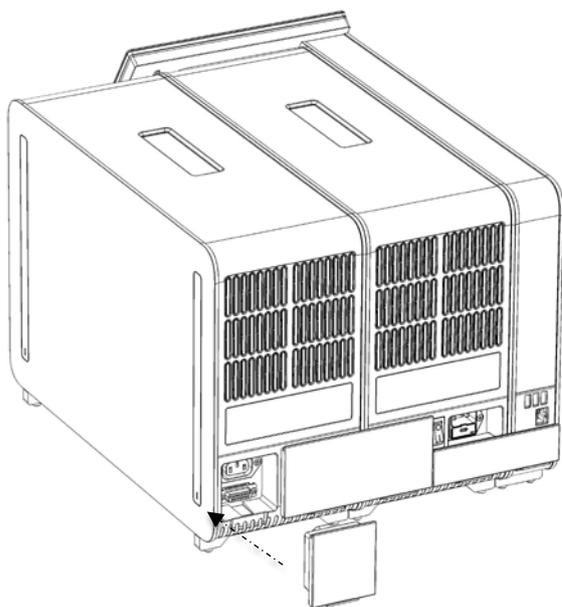

Figura 19. Collegamento del ponte copiterminali.
7. Collegare il ponte copriterminali sul retro del modulo analitico (Figura 19, pagina successiva).